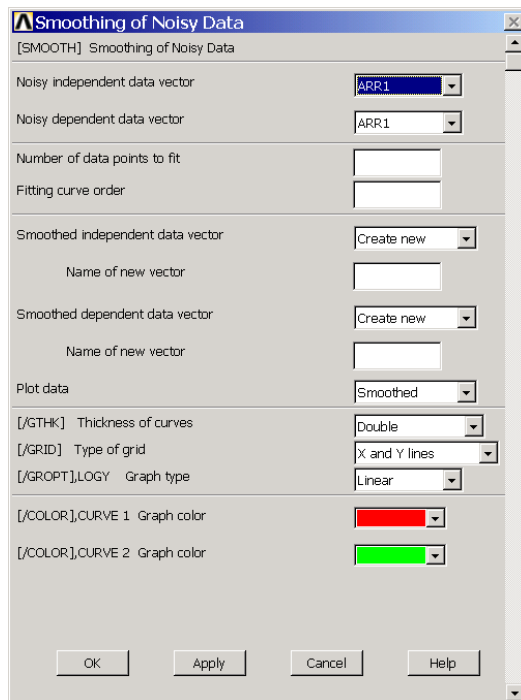

图7.19 数据平滑对话框
(1) 单击 Main Menu> TimeHist Postpro> Smooth Data 菜单，弹出如图 7.19 所示的【Smoothing of Noisy Data】对话框。